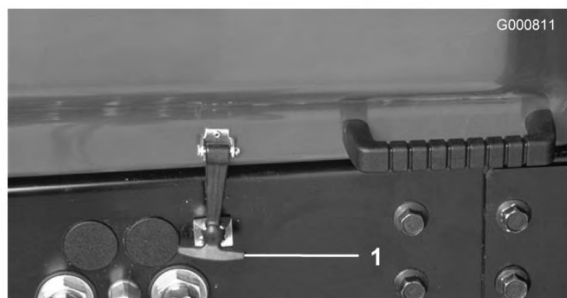

図 16
1. 平らな場所に駐車する。ラッチ (図 16) を外し、フードを持ち上げる。